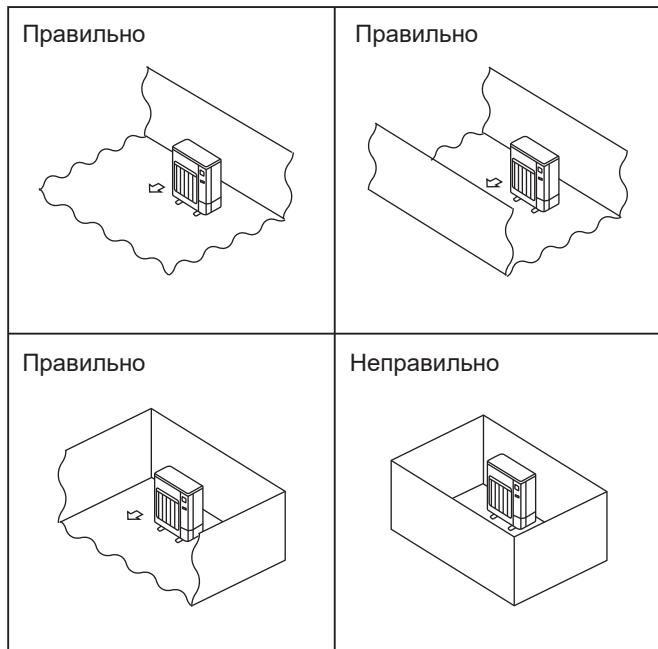

Fig. 2-1
- Установлюйте зовнішні блоки в місцях, де принаймні одна з чотирьох сторін відкрита, або в досить великому просторі без перешкод. (Fig. 2-1)